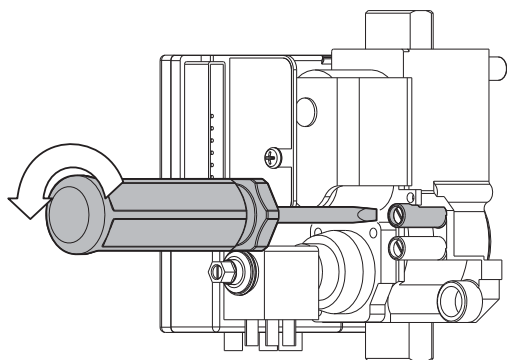

fig.5
- Pour raccorder le manomètre, il est nécessaire de desserrer la vis d'étanchéité de la prise de pression (fig.5)
- Débrancher le manomètre et refermer avec soin la vis (fig.5)